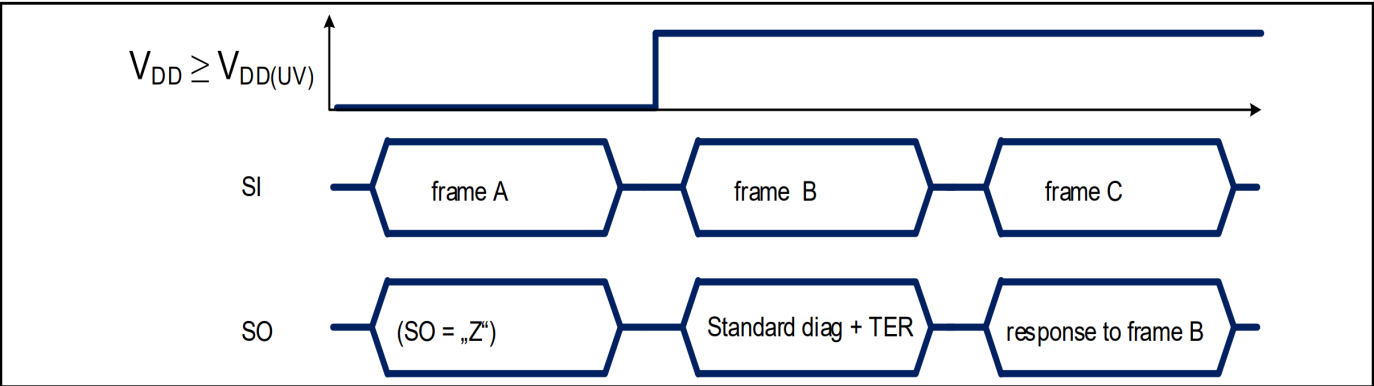

图 43 TLD5542-1 在 V_{DD} 上电复位解除后的响应
- 当 TLD5542-1 逻辑电源从欠压复位条件中恢复时 ($V_{DD} < V_{DD(UV)}$)，如图 43 所示或 $EN/INUVLO < V_{EN/INUVLOth}$)